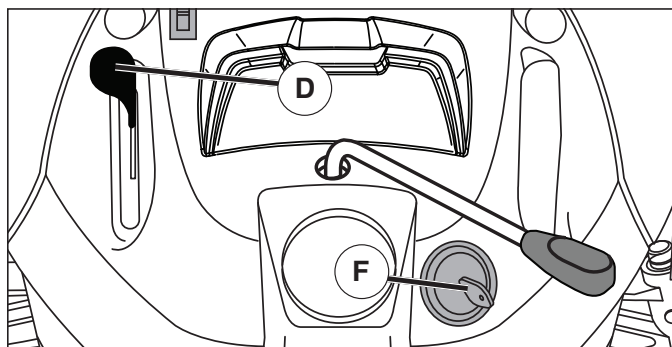

Fig. 6
PARA USAR EL CONTROL DE LA ACELERACIÓN (D) (Vea Fig. 6)
PARA HACER ARRANCAR EL MOTOR (Vea Fig. 6)